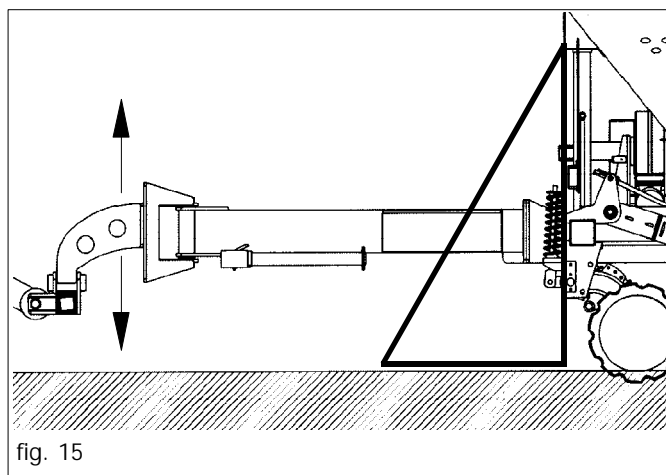

fig. 15
b) la posizione dell'attacco primo e secondo punto del timone per macchina trainata (fig. 15).